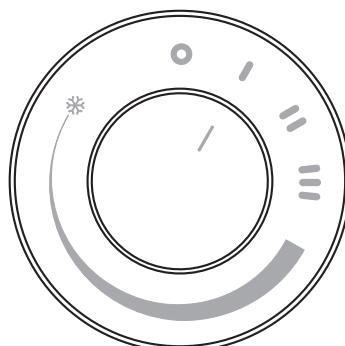

fig. 2
- Per attivare la funzione POTENZA MINIMA, ruotare la manopola in modo che il riferimento "I" sia allineato al simbolo "I" sul pannello comandi (fig. 2).